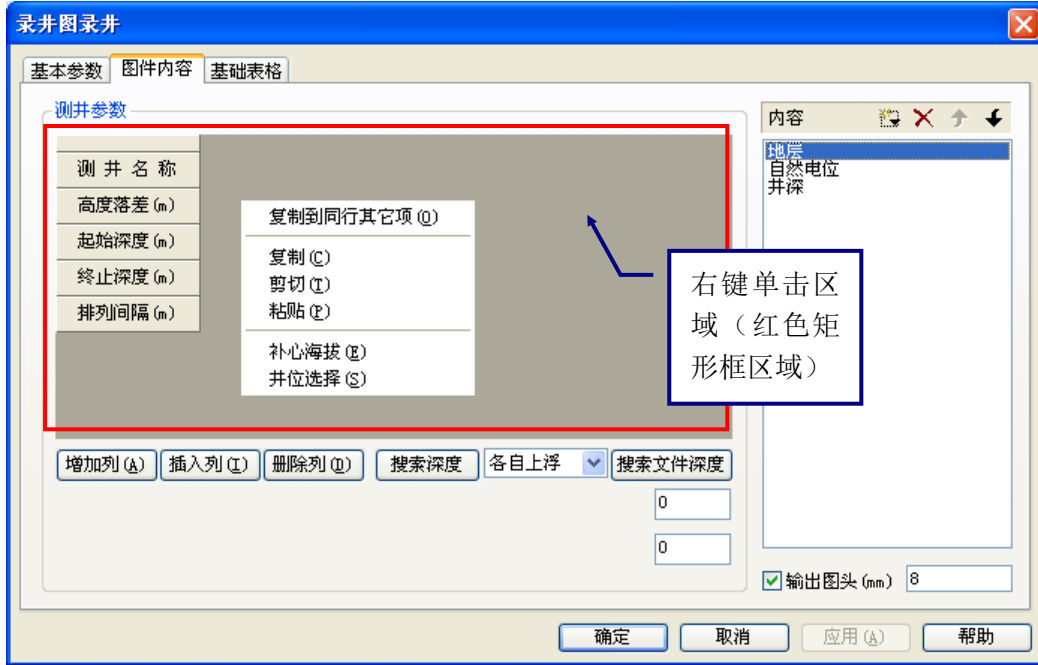

图 18
a. 在测井参数区域内（红色矩形框）单击右键，在弹出 **井位选择(S)** 的菜单中选择。（如图 18）